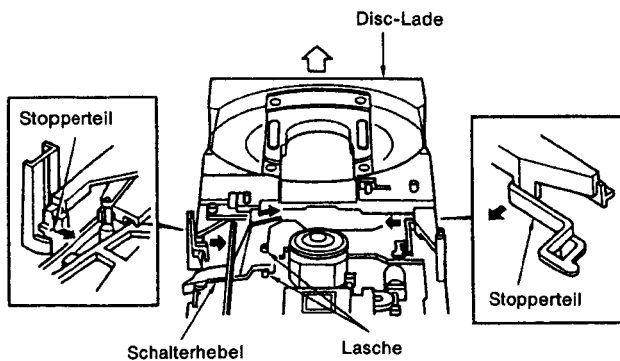

Abb. 1
## 1. Austausch von Teilen im Lademechanismus (Abb. 1 und 2)
Öffnen Sie die Disc-Lade. Benutzen Sie einen flachen Schraubenzieher um die Stopper in Abb. 1 (je einer links und rechts) in die Richtung des schwarzen Pfeils zu drücken. Ziehen Sie dann die Disc-Lade in Richtung des weißen Pfeils heraus.
## (2) Einbau der Disc-Lade (Abb. 1, 2 und 3)
## (5) Austausch des Hebelschalters (Abb. 1)